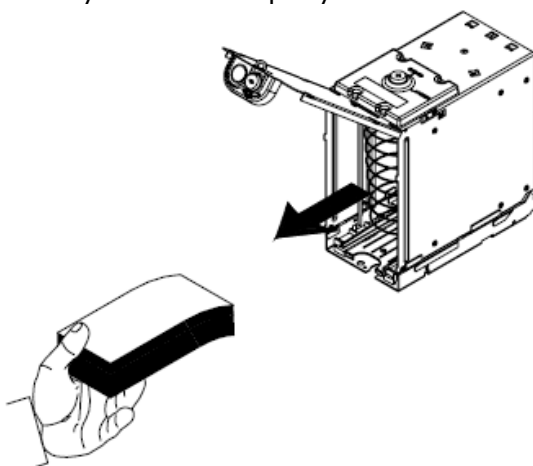

Рис. 10
5. Откройте замок на стекере и извлеките банкноты (см. рис. 10). Если используется сменный стекер данный пункт можно пропустить.